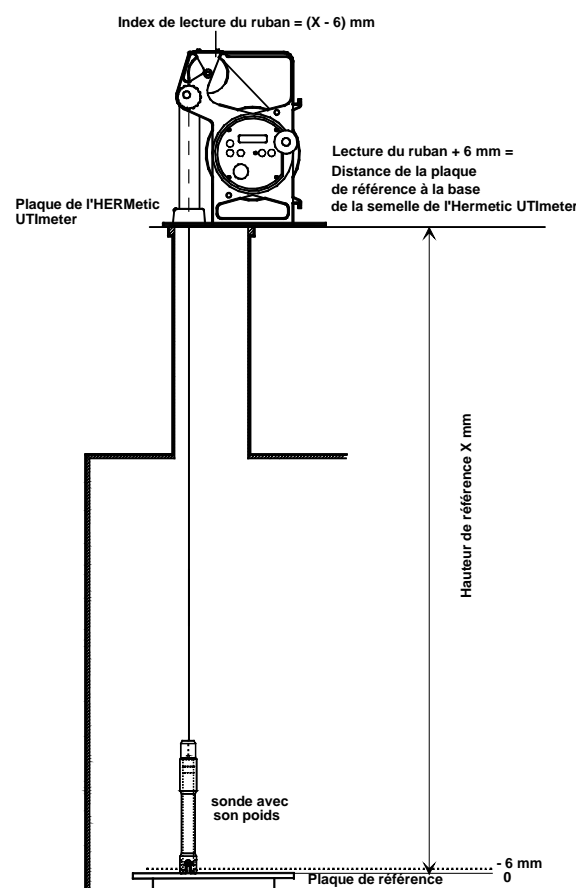

Figure 7-12
- Quand la sonde vient en contact avec la plaque de référence située au fond de la cuve, noter la distance lue à l'index. Voir Figure 7-12. La distance exacte de la semelle à la plaque de référence est égale à (lecture + 4 mm). Cette valeur représente la hauteur de référence de la cuve à condition que la semelle de l'UTImeter soit au même niveau que le zéro de la cuve. Si tel n'est pas le cas une correction doit être appliquée.